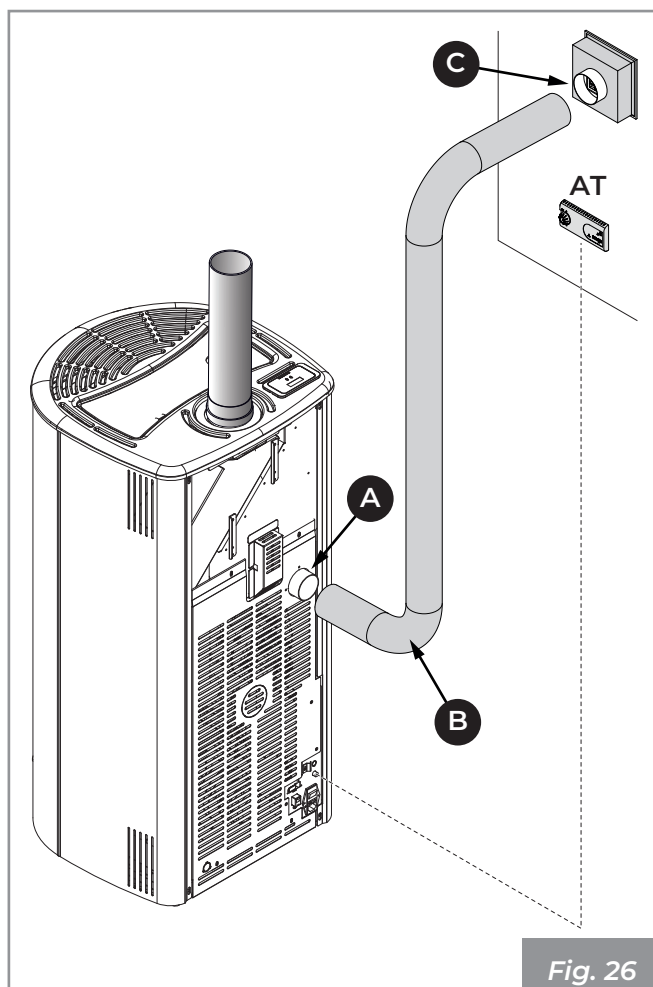

Fig. 26
Per poter collegare la stufa all'impianto di riscaldamento canalizzato è necessario collegare al ventilatore posteriore (A) un tubo (B) da un lato e alla bocchetta di distribuzione aria (C) dall'altro, fissandolo con fascetta stringitubo (Fig. 26).